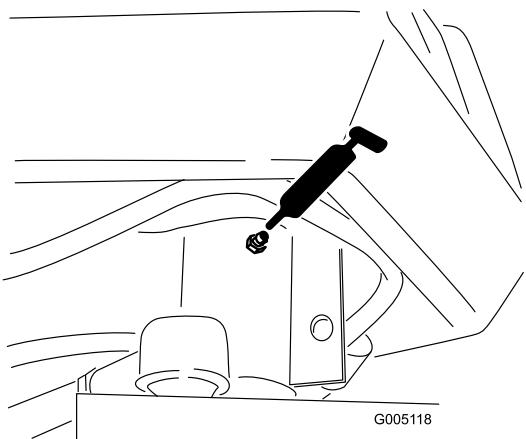

Figura 40
- Eje de la horquilla de dirección (1) (Figura 40)
- Extremo de la varilla (Figura 40)